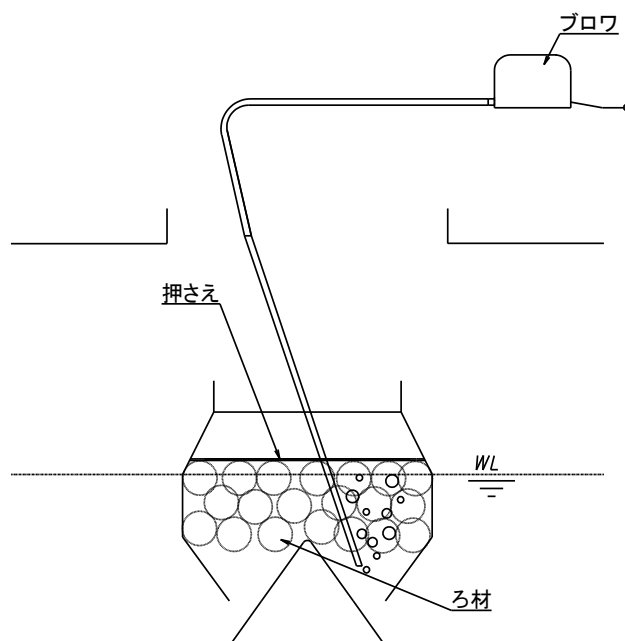

図3-4 固液分離部の保守作業イメージ図
- ①棒状のもので、ろ材を全体的にかき混ぜて蓄積したSS等を落とす、もしくはφ13の塩ビパイプ、水道ホース、ブロウを用いてエアを送り、SS等を剥離させてください（図3-4参照）。